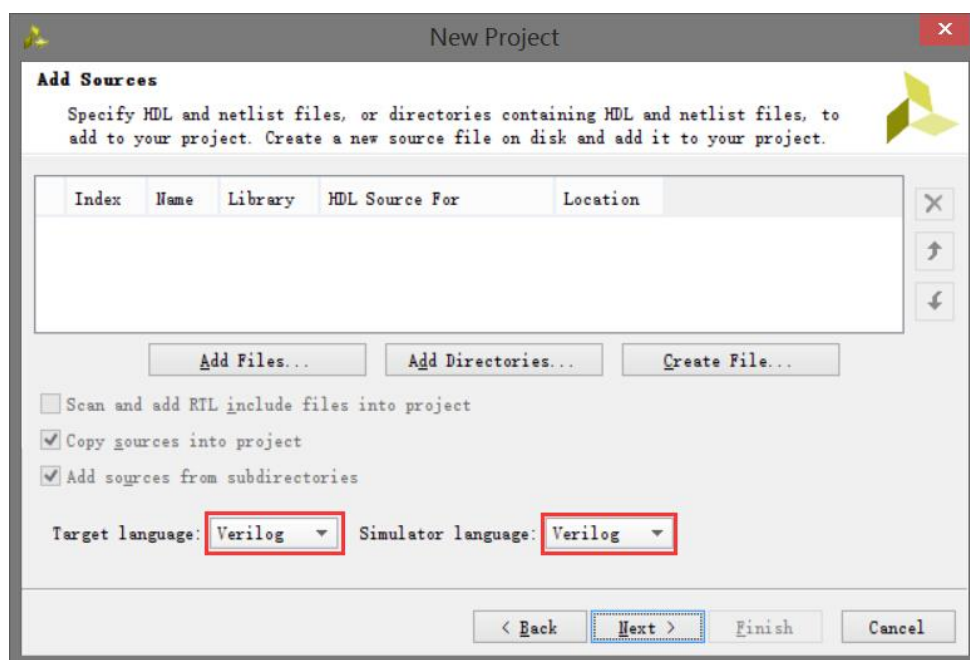

图 4-1-12 选择目标文件和仿真语言
- (4) 选择项目类型表单的 RTL Project 选项，不勾选 Do not specify sources at this time 复选框，然后单击 Next；
- (5) 使用下拉按钮，选中 Verilog 作为目标文件和仿真语言；
- (6) 点击添加 Add Files 按钮，浏览到刚刚我们 Robei 项目的目录下打开 Verilog 文件夹，选择 shift.v，单击 Open，然后单击 Next 去添加现有的 IP 模型；
- (7) 由于我们没有任何的 IP 添加，跳过这一步，直接单击 Next 去添加约束形成；
- (8) 点击添加 Add Files 按钮，浏览到刚刚建立约束模块目录下的 constrain 文件夹，选择 shift_constrain.xdc，单击 Open 进行添加，然后单击 Next；
- (9) 在默认窗口中，按照图 4-1-12 所示，设置 Filer 中的选项，然后在 Parts 中选择对应的 XC7Z010CLG400-1，单击 Next；
- (10) 单击 Finish，本 Vivado 项目创建成功。